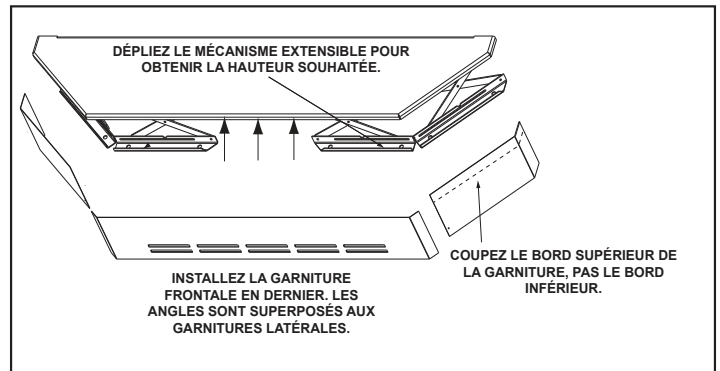

Figure 22.2
2. Dépliez les mécanismes extensibles à la hauteur souhaitée. Utilisez un tournevis à tête cruciforme et serrez les vis pour bloquer les mécanismes en place. **Figure 22.2.**
3. Mesurez les garnitures frontales et latérales de façon à ce qu'elles soient suffisamment hautes pour recouvrir les mécanismes extensibles et faites une marque au crayon avant de les couper. Coupez la garniture en trop sur le bord supérieur, pas le bord inférieur. Le bord est tranchant. Portez des gants pour éviter de vous blesser. **Figure 22.2.**